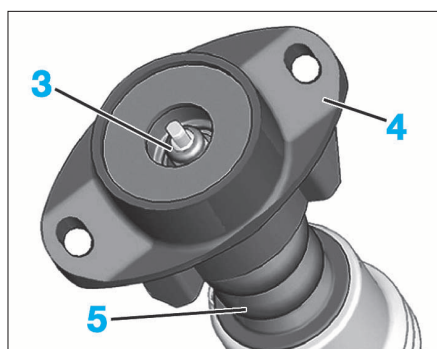

FIG. 38
- Déposer (Fig.38) :
- l'écrou (3) ; À l'aide de l'outil FACOM D.83C par exemple
- le support supérieur d'amortisseur (2)
- la butée (5).